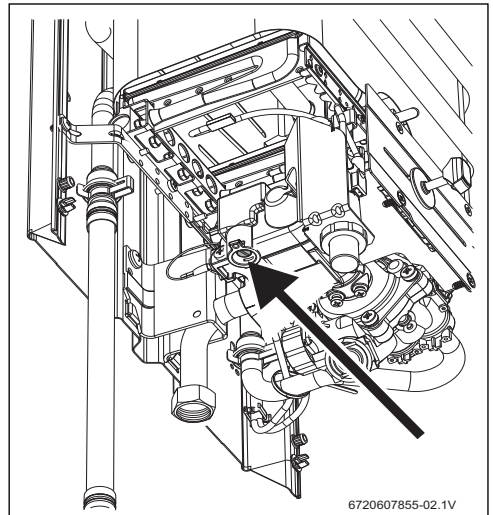

Fig. 13 Vis de réglage du débit maximal du gaz
- Retirer le joint de la vis de réglage (fig. 13).
- A l'aide de la vis de réglage (fig. 13), régler la pression jusqu'à ce que les valeurs indiquées dans le tableau 7 soient obtenues.